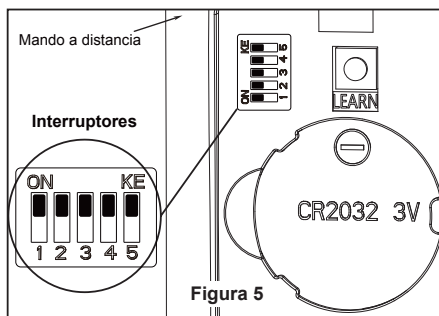

Figura 5
4. Una vez haya hecho las conexiones, coloque los cables hacia arriba y empújelos cuidadosamente hacia dentro de la caja de la toma de corriente, poniendo los cables blancos y verdes a un lado de la caja y los negros hacia el otro lado. Los cables deben ser colocados de forma extendida poniendo el conductor de la toma de tierra y el conductor de toma de tierra del equipo a un lado de la caja, colocando el conductor sin toma de tierra en el otro lado de la caja. (Figura 5)
Sin apretar demasiado. (Figura 5)
5. Para configurar el código del mando a distancia a las mismas posiciones que en el receptor. Mueva los interruptores de código hasta colocar el código de selección en la posición arriba o abajo. Con un destornillador pequeño o con una lapicera (no se incluye) deslice firmemente hacia arriba o hacia abajo. (Figura 5)